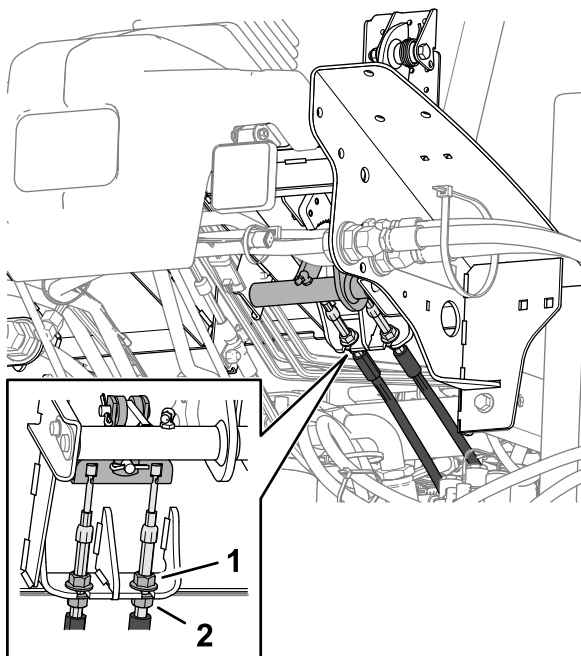

Рисунок 108
5. Чтобы уменьшить свободный ход педалей тормоза, ослабьте передние контргайки на резьбовом конце каждого троса тормоза (Рисунок 108).